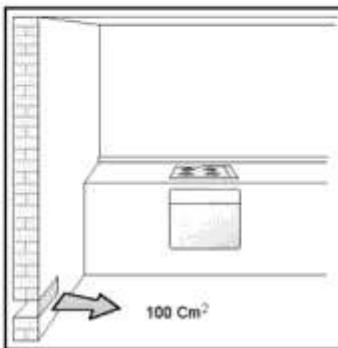

Рис.4
**ПРИМЕЧАНИЕ:** Использование газового кухонного оборудования приводит к повышению температуры и влажности в помещении, где оно установлено. Поэтому Вы должны убедиться, что помещение хорошо проветривается, держать естественные вентиляционные отверстия открытыми (Рис.4) и пользоваться механическими вентиляционными устройствами (вытяжкой или вентилятором Рис. 5A и 5B). Интенсивное или длительное использование прибора может потребовать дополнительной вентиляции, например, открыть окно или увеличить мощность механических вентиляционных устройств.